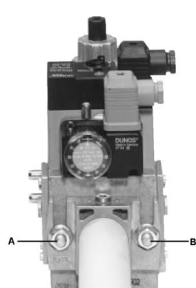
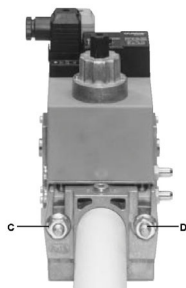
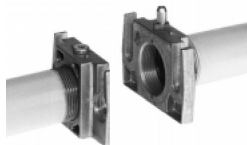

Рис. 8
Рис. 9
Рис. 10
3. Затянуть винты A, B, C и D (Рис. 8 - Рис. 9), соблюдая дистанции монтажа (Рис. 10);